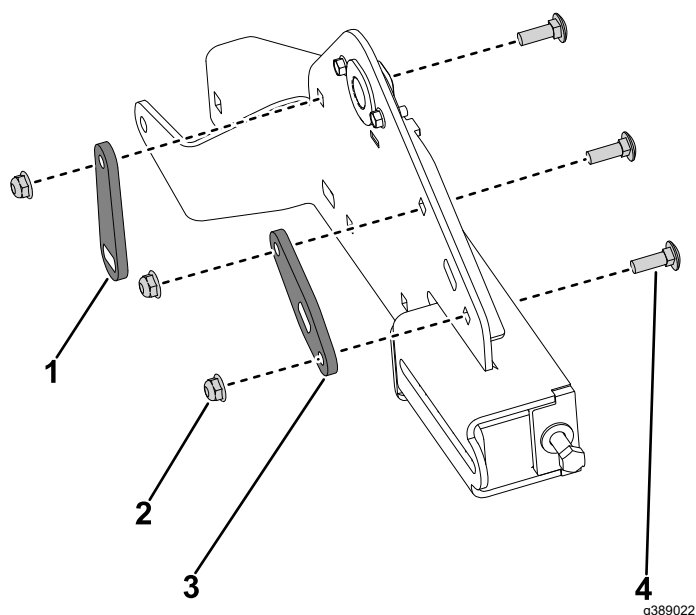

Рисунок 29
4. Установите новую пластину поворотной штанги на опору гусеницы, закрепите при помощи 2 новых каретных болтов (5/16 x 1 дюйм) и 2 контргайек (5/16 дюйма) (Рисунок 29).
5. Установите новую опорную пластину на опору гусеницы, закрепите при помощи нового каретного болта (5/16 x 1 дюйм) и контргайки (5/16 дюйма) (Рисунок 29).